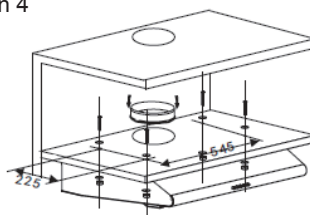

Imagen 5
– Taladre 4 orificios de 6 mm en la parte inferior del armario colgante (observe la Imagen 5).
– Coloque la válvula unidireccional en la salida de aire de la campana extractora, instálela en la parte inferior de esta y luego apriétela con los 4 tornillos incluidos (observe la Imagen 5).